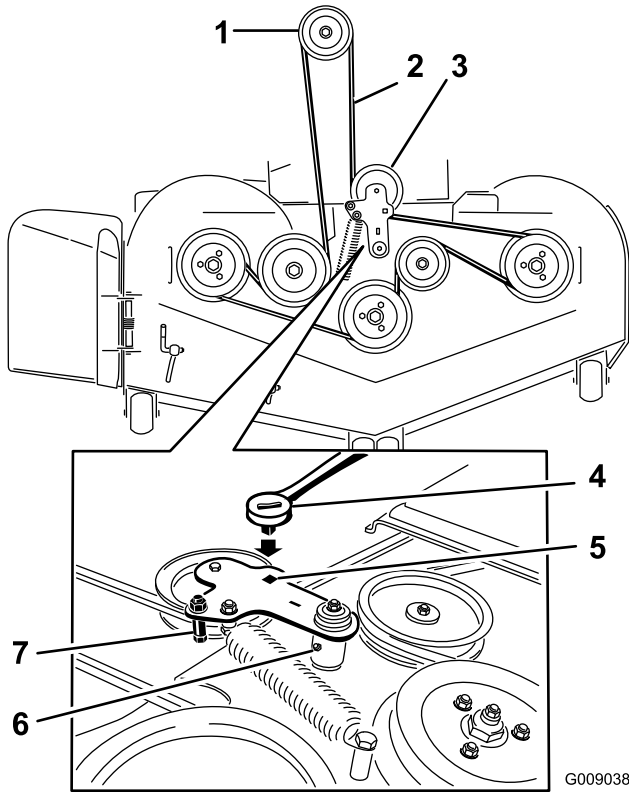

Figura 104
- Levante la chapa de suelo e introduzca una llave dinamométrica en el taladro cuadrado del brazo tensor de la carcasa (**Figura 104**).
- Gire cuidadosamente el brazo tensor de la carcasa en sentido horario y retire la correa del cortacésped (**Figura 104**).